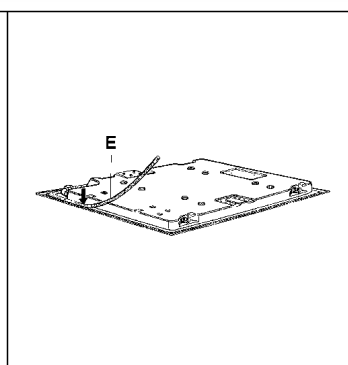

РИС. 9
- Переверните рабочую поверхность. Правильно расположите прокладку "Е" (рис. 9) под краями рабочей поверхности таким образом, чтобы внешняя сторона прокладки точно совпадала с внешним краем рабочей поверхности. Край полосок должны совпадать, не выступая друг над другом.
- Переверните рабочую поверхность, Правильно расположите прокладку «Е» (рис. 9) под краями рабочей поверхности таким образом, чтобы внешняя сторона прокладки точно совпадала с внешним краем рабочей поверхности. Края полосок должны совпадать, не выступая друг над другом.